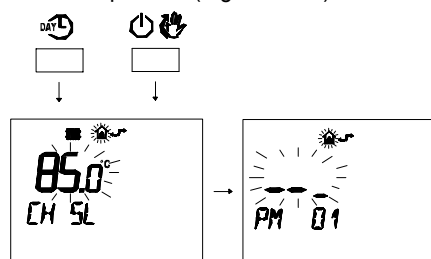

Figura 5.56
- Premere contemporaneamente i pulsanti DAYL e ON/OFF per entrare nella programmazione trasparente (Figura 5.56).